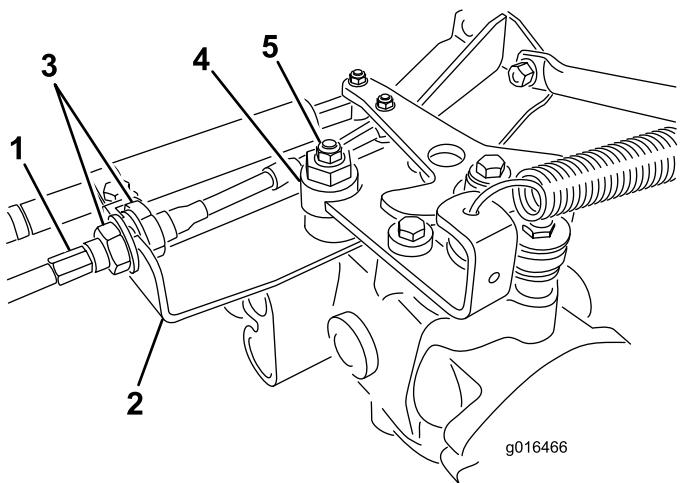

图 39
- A. 松开将驱动控制拉线固定至静液压装置隔板上的两个锁紧螺母 **图 39**。确保锁紧螺母的松动程度相同并足以进行调节。
注意 松开将偏心螺栓固定到静液压泵顶部的螺母 **图 39**。
- 当轮子停止旋转时、旋紧螺母、锁定偏心螺栓和调整 (**图 39**)。
- 从隔板的两侧均匀拧紧锁紧螺母将驱动拉线固定到隔板上 **图 39**。切勿让拉线缠绕在一起。